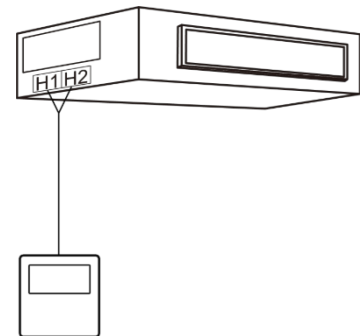

Fig. 5.6
1) Fig. 5.6 toont de installatie van de bedrading.